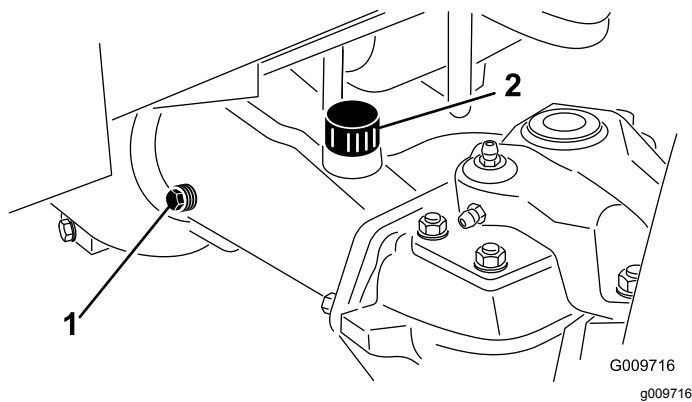

Figura 68
2. Togliete il tappo di controllo da un'estremità del ponte (Figura 68) e verificate che il lubrificante raggiunga la base del foro.
3. Se il livello è basso, togliete il tappo di riempimento (Figura 68) e rabboccate con lubrificante finché non raggiunge la base del foro del tappo di controllo.